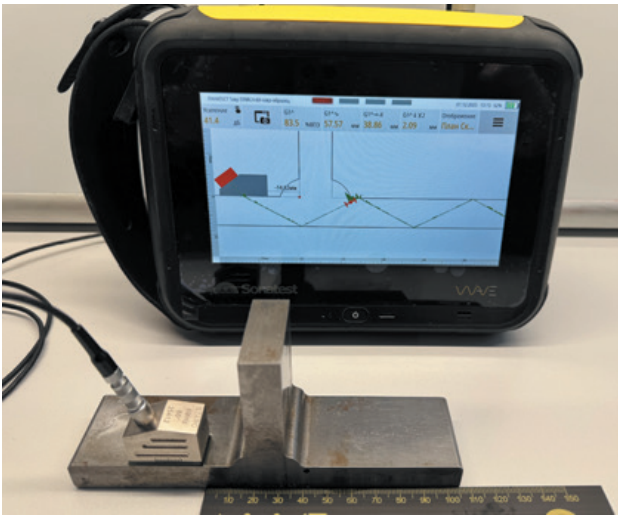

Рис. 8. Контроль по варианту рис. 7, а
- 1) установку ПЭП на горизонтальную пластину слева от шва, как показано на рис. 8;